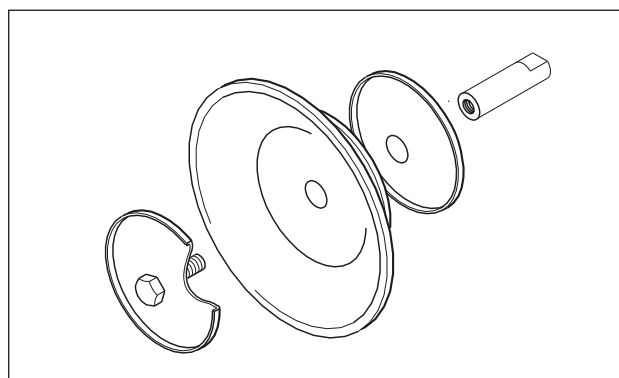

Fig. 14 Montage de la membrane standard avec disques intérieur et extérieur
- Les pompes de types DL 40, 50 et 80 à membranes en PTFE sont dotées de disques de membrane internes avec des cales d'épaisseur vissées pour réduire et décaler la course. Pour un montage ultérieur de membranes PTFE, il faut impérativement utiliser les disques appropriés (Fig. 14).